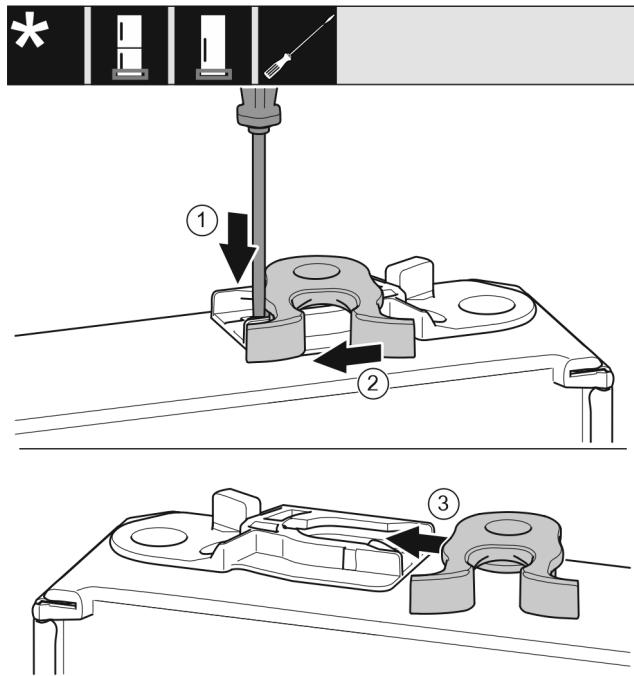

Fig. 18
- 用带槽螺丝刀向下按住接片 Fig. 18 (1)。
- 将锁钩 Fig. 18 (2)从导向装置拉出。
- 将另一侧的锁钩 Fig. 18 (3)推入导向装置。